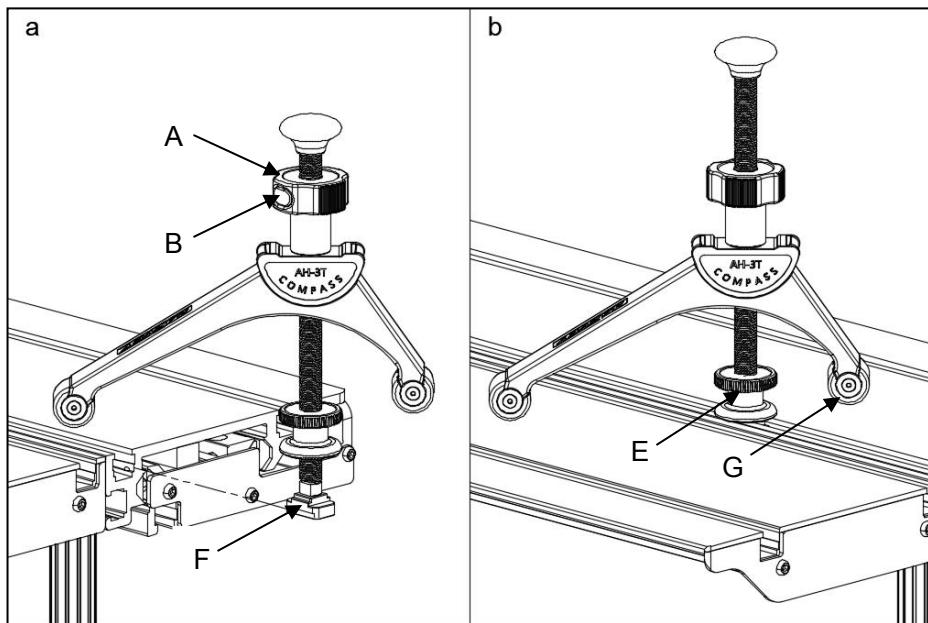

图 4
1. 按住按钮“B”，将拱形支架组件沿螺杆向上移动（如图 4. a 所示）；
2. 将 T 槽锁紧块“F”插入滑台上的 T 槽内（如图 4. a 所示），注意 T 槽锁紧块“F”的插入方向（ST-1500 滑台需选择 T 槽锁紧块的截面 2）；
3. 旋转滚花旋钮“E”，将压紧器固定到滑台上（如图 4. b 所示）；